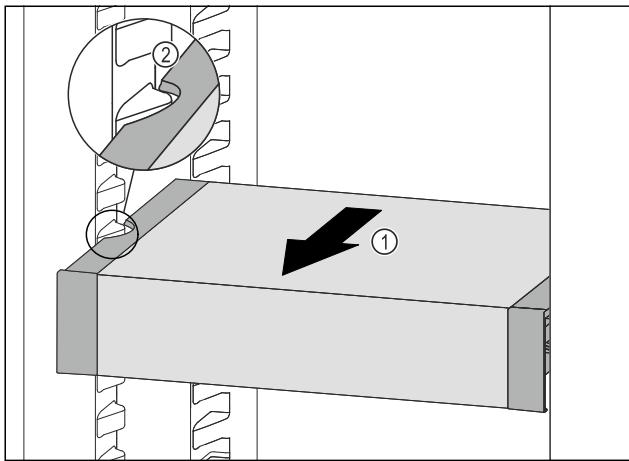

Fig. 80
- Вытаскивайте VarioSafe вперед Fig. 80 (1), пока боковые выемки VarioSafe не окажутся на высоте выступа резервуара в холодильном отделении. Fig. 80 (2)